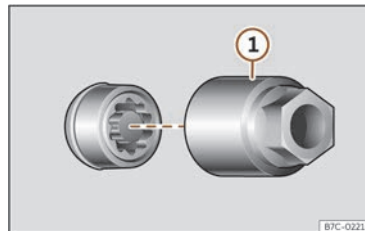

Fig. 241 Tornillo antirrobo de la rueda con capuchón y adaptador.
- Encaje el adaptador especial >>> **fig. 241 ①** (herramienta de a bordo >>> **pág. 361**) en el tornillo antirrobo de la rueda hasta el tope.